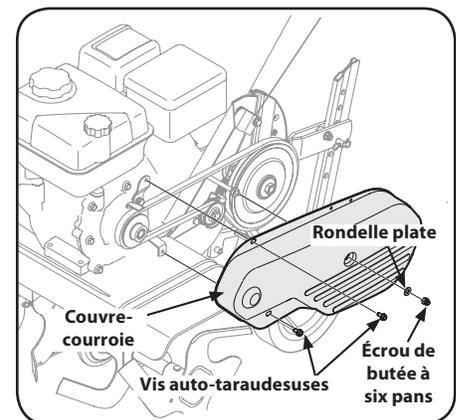

Figure 5-2
2. Dégagez le couvre-courroie du côté gauche du motoculteur en retirant les deux vis auto-taraudeuses, l'écrou de butée à six pans et la rondelle. Voir la Figure 5-2.